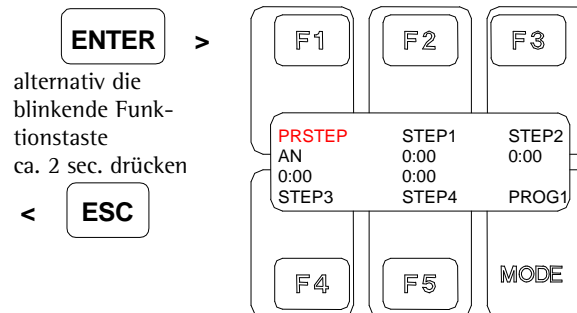

Abb. 14: Programmdefinition
- In Abb. 14 (Programmdefinition) wird angezeigt, ob der PRSTEP „AN“ oder „AUS“ ist. Des Weiteren wird die Step-Dauer angezeigt.
Anwahl der verschiedenen „STEPS“ (Abb. 14):